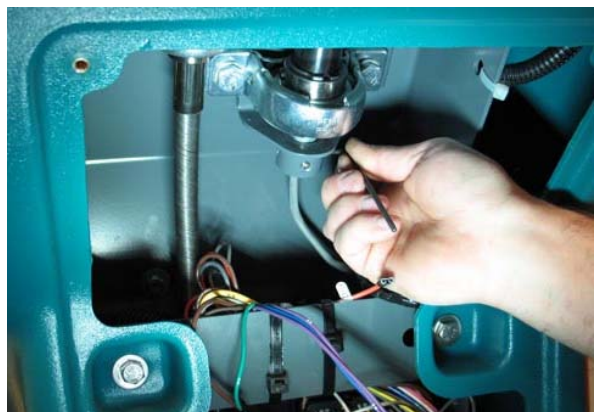

FIG. 6
7. Afloje los tornillos de fijación del soporte dentro del conjunto de dirección. (Fig. 6)
8. Desconecte el juego de cables principal del conjunto del panel táctil de dirección. (Fig. 6 / Fig. 7)